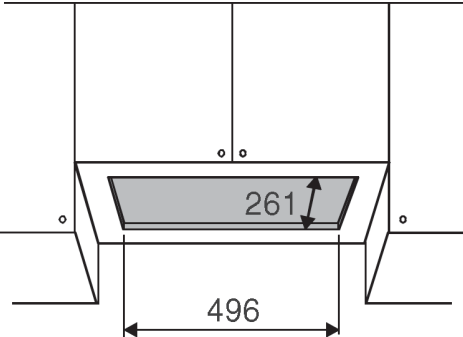

fig.9
1. Sur la base inférieure du meuble, effectuez la découpe nécessaire afin d'insérer l'appareil - fig.9.